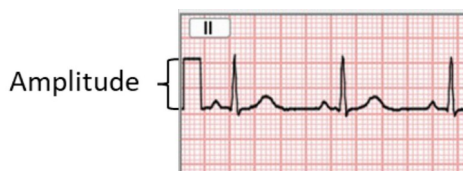

Figura 5 - Amplitude do sinal.
5. Utilizando o paquímetro digital, realize a medição da amplitude da onda quadrada presente no início do sinal impresso, conforme Figura 5.